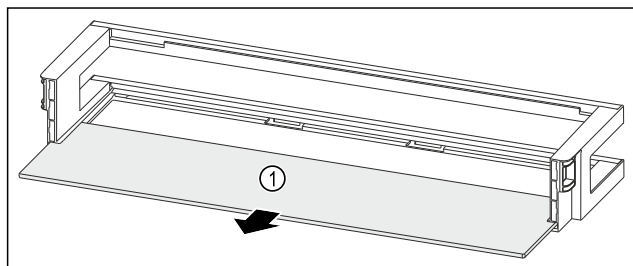

Fig. 90 Dveřní přihrádka s odkládací plochou
- Odkládací plochu Fig. 90 (1) odeberte.